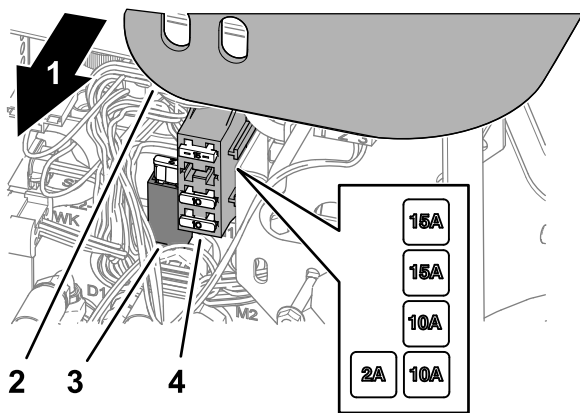

Bild 73
2. Heben Sie die Abdeckung vom Steuerarm ab (Bild 73).
3. Suchen Sie die durchgebrannte Sicherung im Sicherungshalter oder Sicherungsblock (Bild 73).
5. Montieren Sie die Abdeckung auf den Steuerarm (Bild 73).